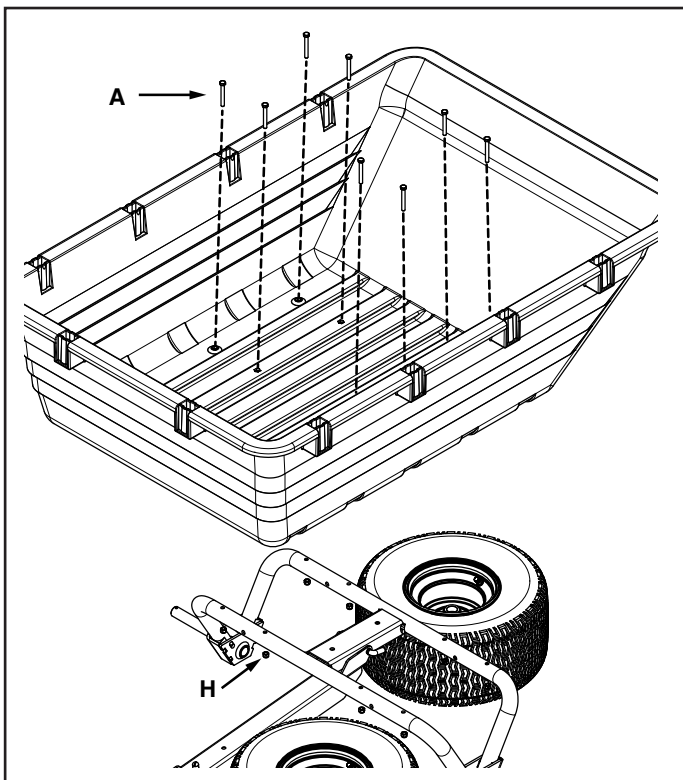
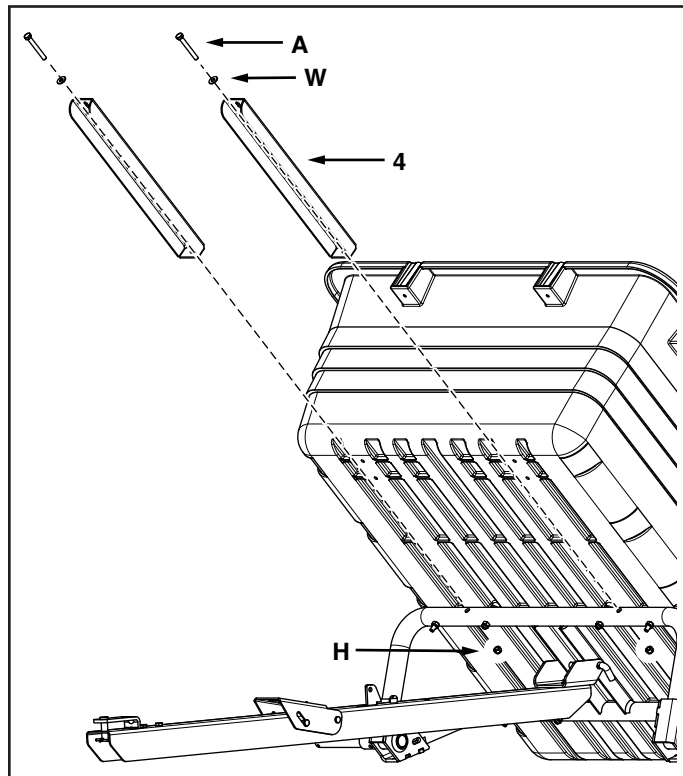

FIGURE 9
FIGURE 10
STEP 9: (SEE FIGURE 9)
1. Attach the poly tray to the wheel support using eight 5/16" x 2-1/2" hex bolts (A) and 5/16" nylock nuts (H).
STEP 10: (SEE FIGURE 10)
1. Position the poly tray as shown in figure 10. Attach the wheel support braces (4) to the wheel support using two 5/16" x 2-1/2" hex bolts (A), 5/16" washers (W), and 5/16" nylock nuts (H). Hand tighten.
ÉTAPE 9 : (VOIR FIGURE 9)
1. Attacher la benne en plastique au support de roues avec huit vis à tête hexagonale de 5/16 po x 2-1/2 po (A) et des écrous-freins de 5/16 po (H).
ÉTAPE 10 : (VOIR FIGURE 10)
1. Placer la benne en plastique comme indiqué à la Figure 10. Attacher les renforts de support de roues (4) au support de roues avec deux vis à tête hexagonale de 5/16 po x 2-1/2 po (A), des rondelles de 5/16 po (W) et des écrous-freins de 5/16 po (H). Serrer à la main.